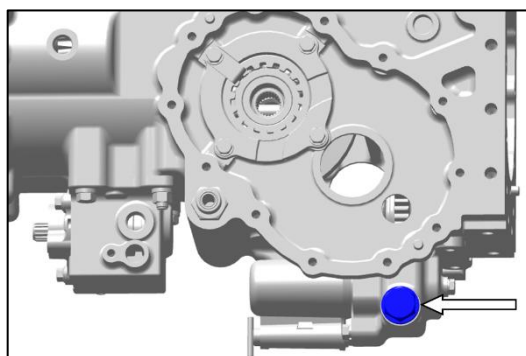

Abb. 182 – GETRIEBEÖL-ABLASSTOPFEN
Bei Problemen mit der Funktion des Traktors, wenden Sie sich bitte an einen Vertragshändler oder Vertriebspartner. Der Kunde darf den in Abb. 182 dargestellten Ablasstopfen nicht selbst entfernen.
4. Entfernen Sie den Ablasstopfen (Abb. 182).
Entfernen Sie den Ablasstopfen bei jeder Wartung, wie in Abb. 182 dargestellt. Wenn keine Undichtigkeit vorliegt, setzen Sie den Stopfen wieder ein. Bei Undichtigkeit muss die HST-Einheit überprüft werden.